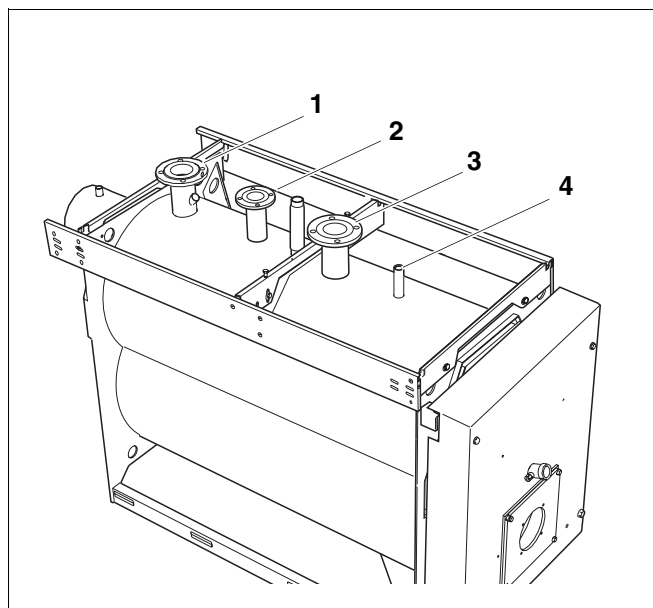

Fig. 21 Chaudière Logano S735
- Raccorder le départ du système de chauffage au raccordement départ de la chaudière (fig. 21, **pos. 1**).
due au raccordement d'éléments non appropriés sur la conduite de départ de sécurité (fig. 21, **pos. 2**).
- Ne raccordez pas de préparateur d'eau chaude sanitaire ni aucun autre circuit de chauffage à la conduite de départ de sécurité (fig. 21, **pos. 2**).
- Fixer la soupape de sécurité avec 4 vis sur le départ de la conduite de sécurité (VSL) – (fig. 21, **pos. 2**).
- Raccorder le kit de sécurité sur le raccord prévu à cet effet (fig. 21, **pos. 4**). Tenez compte de la notice de montage jointe.